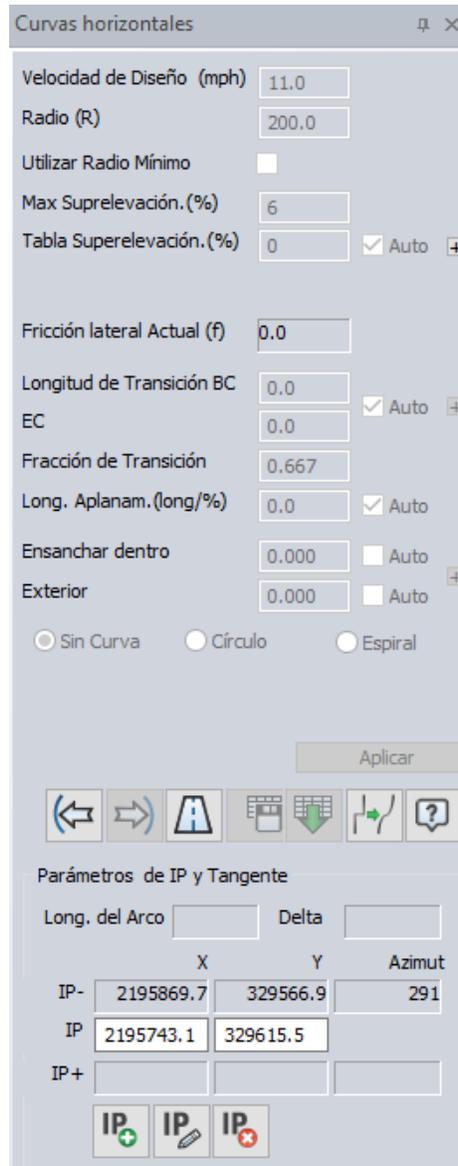

Figura 10-8: Panel de Curvas Horizontales
20. Presione el botón *Obtener Curva Predeterminada*  para configurar parámetros como se muestra en la Figura 10-8: Panel de Curvas Horizontales.